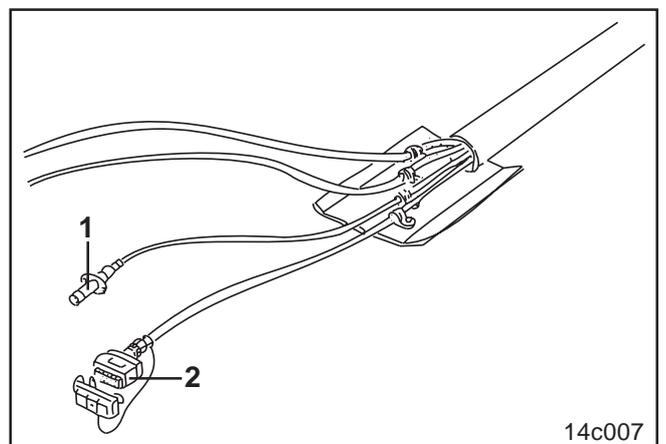

Fig. 11.9
- der Stecker (Fig. 11.9/1) für die Blinker am Sätank.
Stecker (Fig. 11.9/1) in beiliegenden Adapter einstecken und Adapter in die Schleppersteckdose (für die Anhängerbeleuchtung) einstecken.
- der Stecker (Fig. 11.9/2) mit den Kabeln, die zu den AMADOS-Sensor(en) an der Säschiene führen. Stecker am Verteiler der Säschiene einstecken.